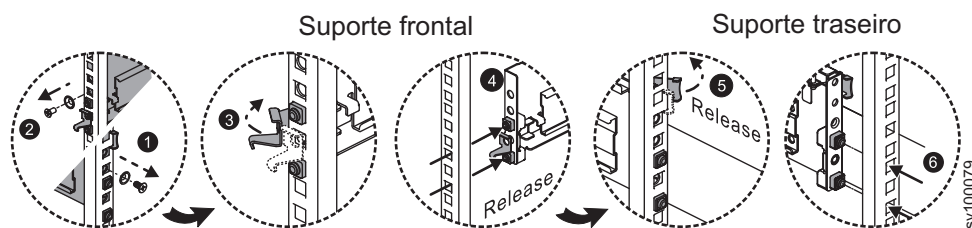

Figura 53. Removendo os trilhos deslizantes
- Remova os trilhos deslizantes, conforme mostrado em Figura 53.